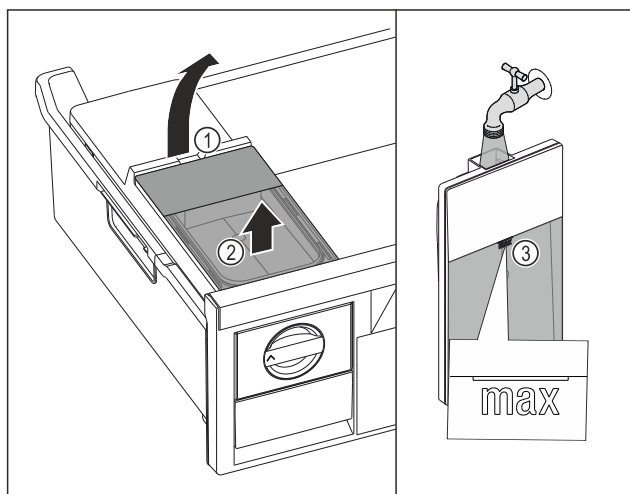

Fig. 180
- Emelje fel a víztartályt a kivágásnál Fig. 180 (1).
- Felfelé vegye ki a víztartályt. Fig. 180 (2)
- Ivóvízzel töltsse fel a jelölésig Fig. 180 (3) a víztartályt.